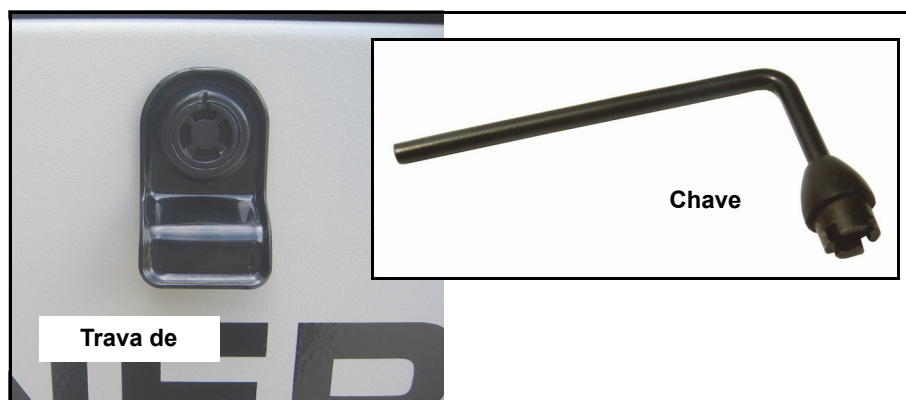

Figura 3-2. Chave do painel de acesso
1. Insira a chave na fechadura e gire 1/2 volta no sentido anti-horário. Consulte a Figura 3-2.